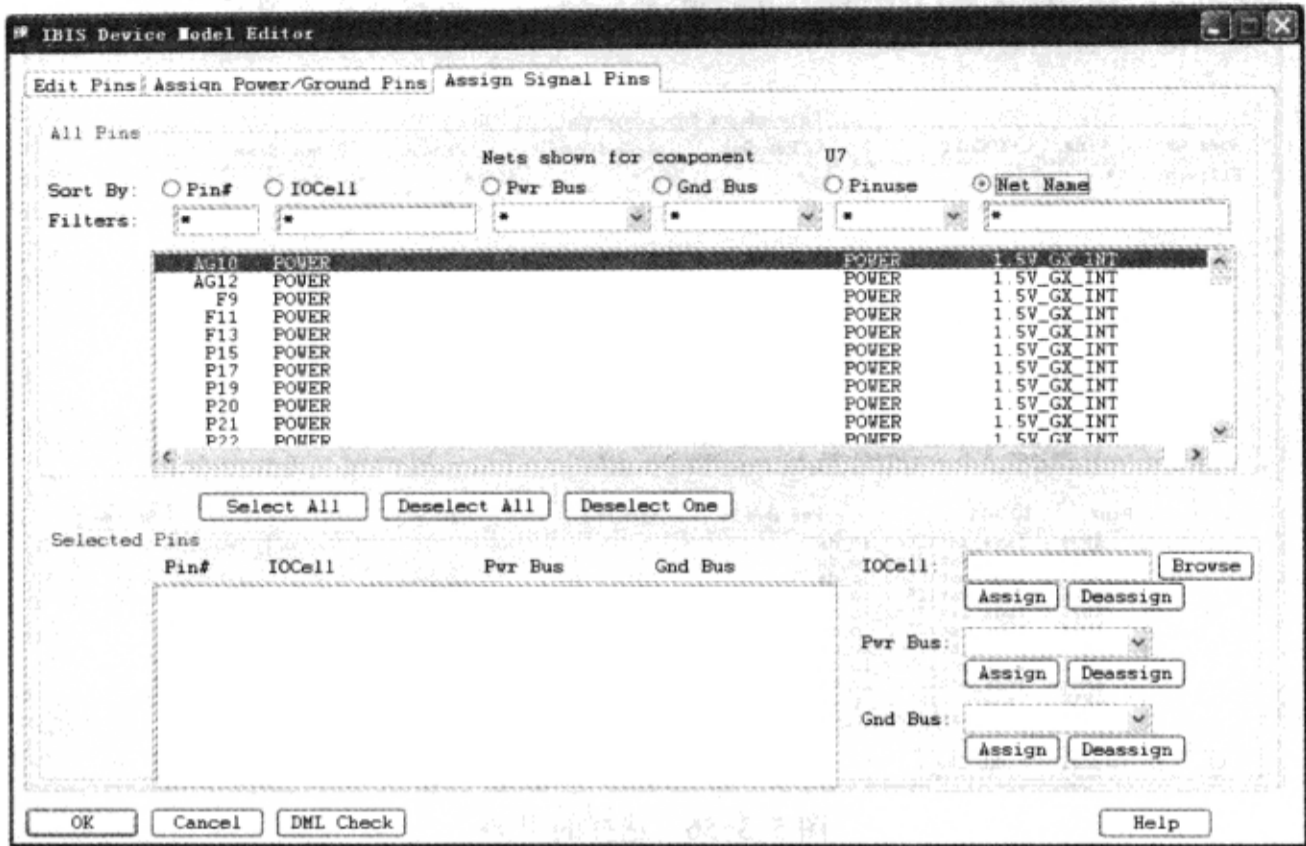

图 5-3-54 分配信号引脚
(2) 选中“IBIS Device Model Editor”对话框的“Net Name”单选按钮，如图 5-3-54 所示，网络已按网络名分组。